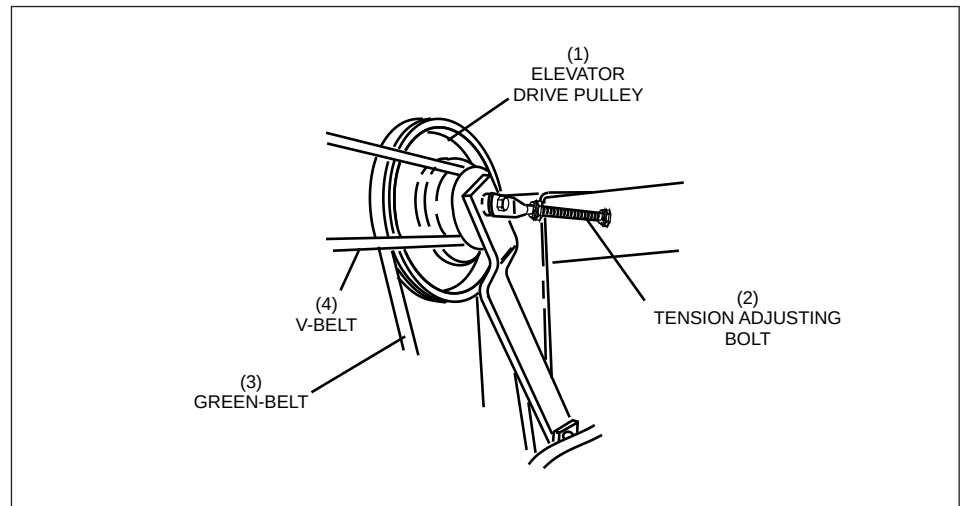

Abbildung 5-18. Spannungseinstellung
- b. Lockern Sie die Schraube zur Spannungseinstellung. Siehe *Abbildung 5-18*.
- (1) FÖRDERERANTRIEBS-SCHEIBE
- (2) SCHRAUBE ZUR SPANNUNGSEINSTELLUNG
- (3) GRÜNER RIEMEN
- (4) KEILRIEMEN